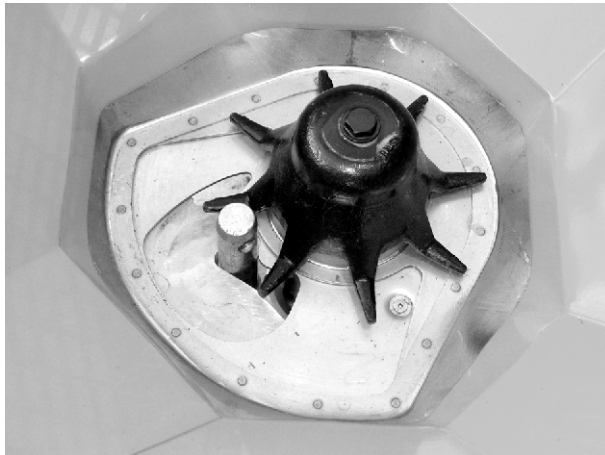

Рис. 87: Болт нижньої тяги в дозувальному отворі
- ✓ Заслінка дозатора злегка притиснута до болта. Див.. *Рис. 87 Болт нижньої тяги в дозувальному отворі.*